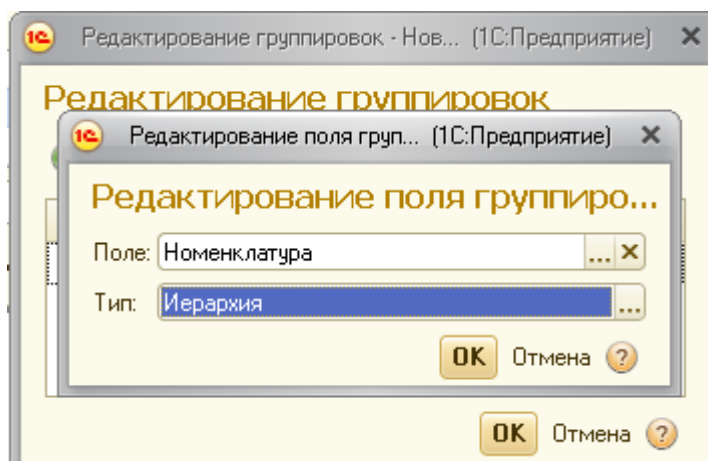

Рисунок 4.62 Выбор группировочного поля
10. Нажать на кнопку выбора в строке **Строки** и добавить в строки таблицы группировку по полю **Номенклатура** с типом **Иерархия** (рис.4.62).